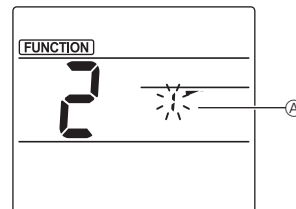

Fig. 2
② Seleccionar o número da palheta (Fig. 2)